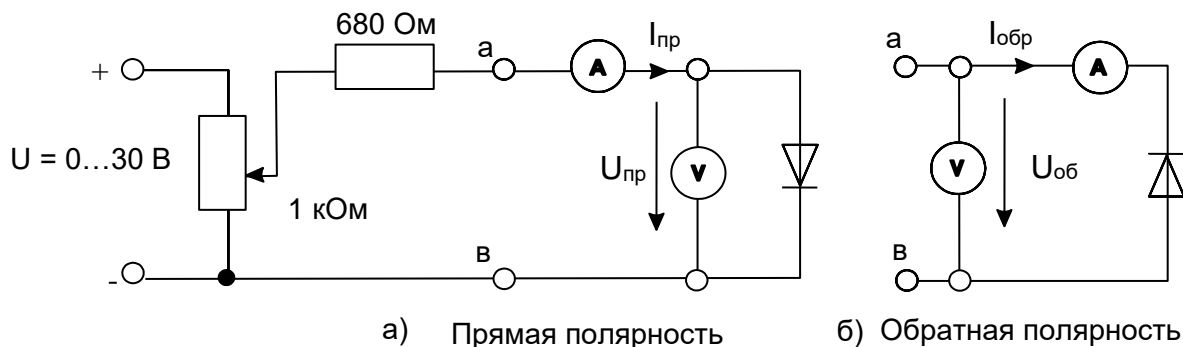

Рис.1.1.2
- К диоду (рис.1.1.2а) при прямой полярности приложите напряжение постоянного тока $U_{пр}$, величины которого указаны в табл. 1.1.1, измерьте с помощью мультиметра соответствующие токи $I_{пр}$ и их значения занесите в таблицу. Используйте при этом схему измерения с погрешностью по току.
- Измените полярность диода, переключите вольтметр для измерений с погрешностью по напряжению как показано на рис. 1.1.2б и повторите эксперимент при величинах обратных напряжений, указанных в табл. 1.1.2. Для получения напряжений больше 15 В соедините два источника последовательно.